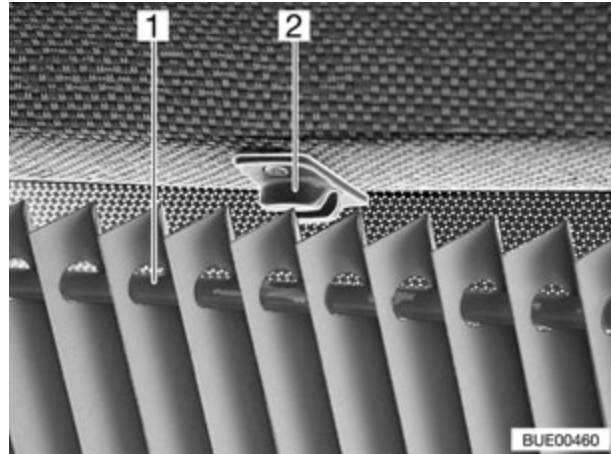

Fig. 43 Estor plegable para la luna delantera (variante 1)
- Extraer la guía (Fig. 43,1) del estor plegable de la luna delantera de la sujeción (Fig. 43,2) por encima de la luna delantera.
- Una vez abierto el estor plegable de la luna delantera, presionar hasta que encaje la guía (Fig. 43,1) en la sujeción (Fig. 43,2).